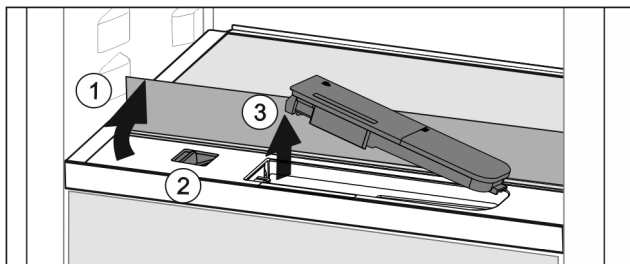

Fig. 87
- ▶ Glasplatte anheben und bis zum Anschlag nach hinten klappen Fig. 87 (1).
- ▶ Schieber Fig. 87 (2) nach links schieben.
- ▶ Wassertank entnehmen Fig. 87 (3).